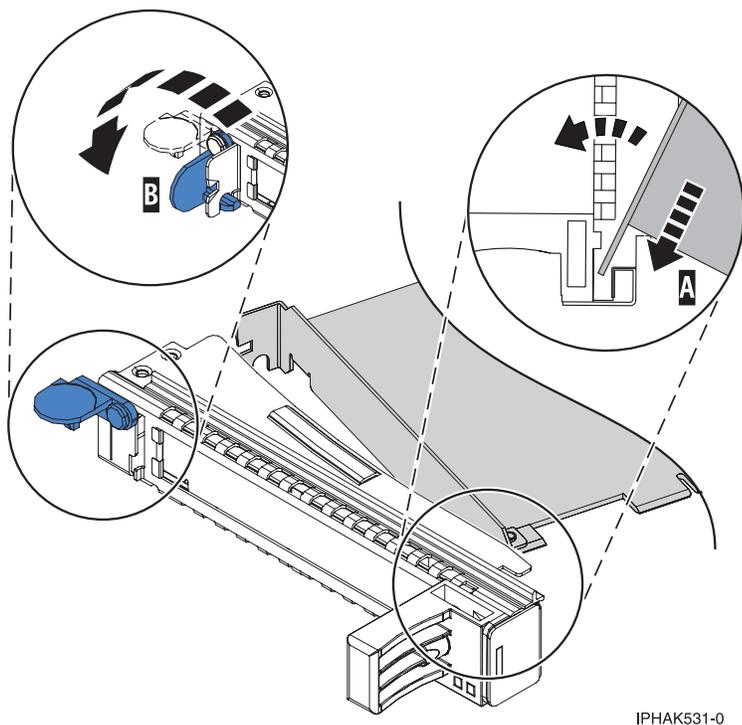

Abbildung 40. PCI-Adapter aus PCI-Adapterkassette mit einfacher Breite ausbauen
- Setzen Sie bei geöffneter Position der Kassettenhalteklammer den Adapter fest in den Kassettenhaltekanal (A) ein. Siehe Abb. 40 auf Seite 62.
c. Schließen Sie die Kassettenhalteklammer (B). Siehe Abb. 40.